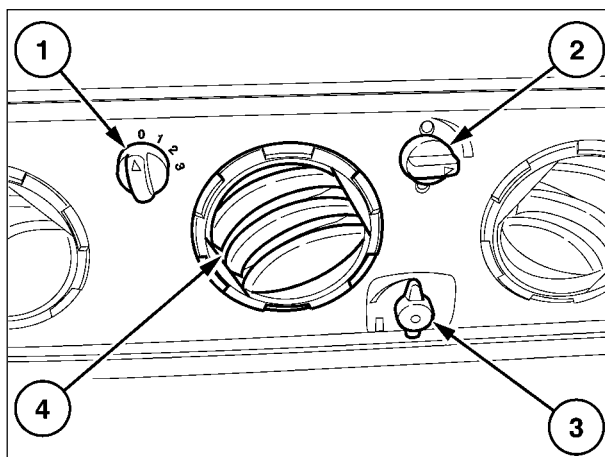

Fig.27
- ligue o ar condicionado (Fig. 27);
- disponha os comandos (2 e 3 - Fig. 27) de maneira a obter a temperatura mínima;
- regule o ventilador eléctrico na posição (1- Fig. 27) de velocidade mais baixa;
- aproxime um termómetro das saídas (4 - Fig. 27) de ar e verifique se a temperatura medida é inferior em cerca de 10° - 15° C relativamente à temperatura externa.